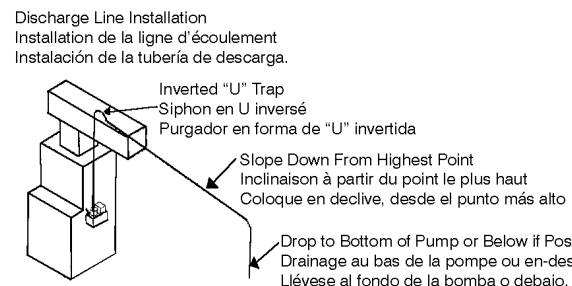

Fig. 3
- Run flexible tubing or pipe from evaporator drain into pump inlet. Be sure inlet piping is sloped downward to allow gravity flow (Fig 3).
1. Faire sortir un tube isolant souple ou un tuyau de l'évaporateur et le brancher dans l'arrivée de la pompe. Pour permettre un bon écoulement, s'assurer que le tuyau d'admission est bien dirigée vers le bas. (Fig. 3)
1. Tiende la tubería flexible o el tubo desde el desagüe de evaporación hasta la toma de la bomba. Cerciérese de que la tubería de la toma se encuentre en declive, para permitir el flujo por gravedad. (Fig. 3)